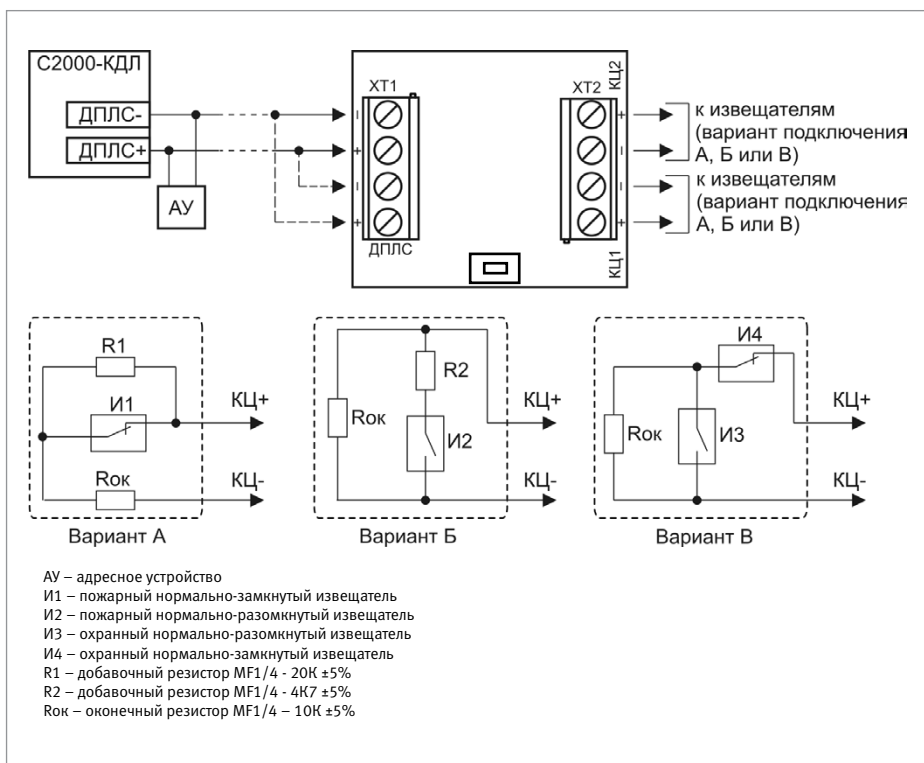

Рисунок 7. Схема внешних соединений адресного расширителя «С2000-АР2»
2. Схема внешних соединений приведена на Рисунок 7.